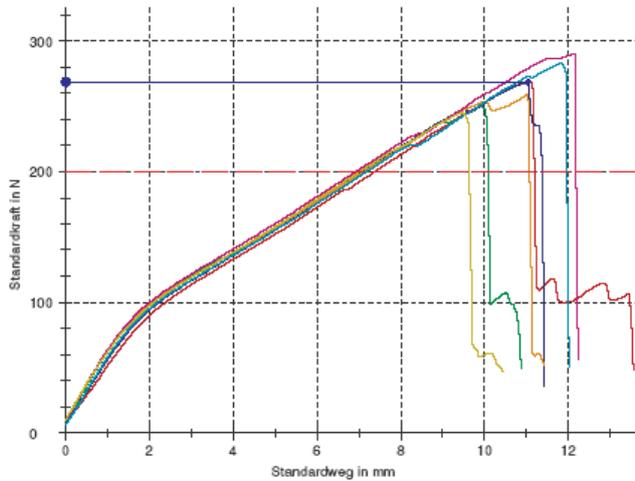

Abbildung 5: Ergebnis
- Zugversuch einseitig: zulässige **Prüfkraft: 150 – 300 N** (Abbildung 5)